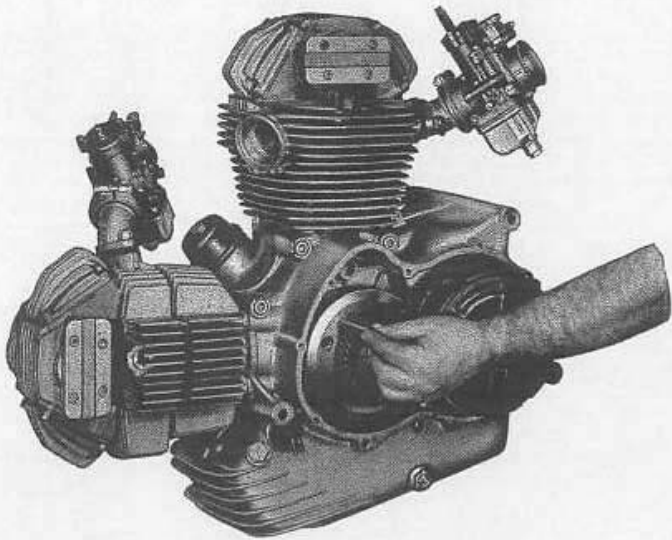

Fig. 127
- 6 - Infilare una spina nell'apposito foro che si trova nel volano magnetico del generatore elettronico e orientare la piastra statore fino a che la spina non entri nel corrispondente foro della piastra (vedi fig. 127).
- 6 - Insert a pin in the small hole on the flywheel magnet of the electronic generator and displace the plate till the pin enters in the corresponding back-plate hole (see fig. 127).